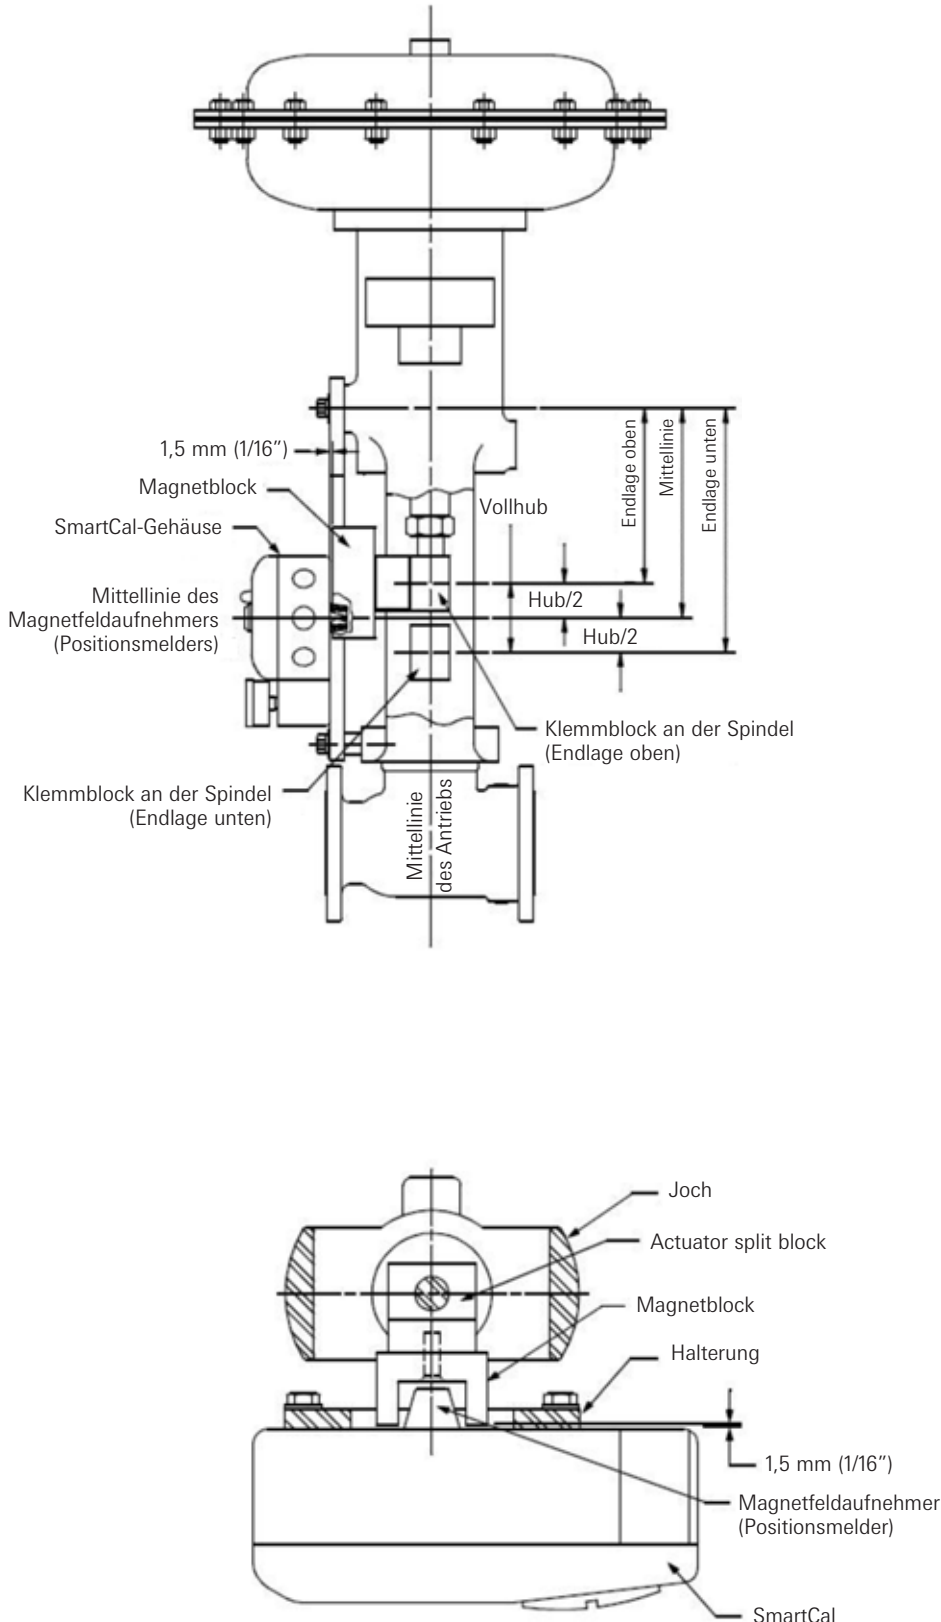

Abbildung 2-4 A
Schritt 3. Befestigen Sie den Stellungsregler an der Halterung. Der Stellungsregler muss so ausgerichtet werden, dass sein Magnetfeldaufnehmer in der Mitte des Wegs des Magnetblocks liegt. Nach der Montage des Stellungsreglers darf der Magnetblock höchstens 3 mm von dessen Rückseite entfernt sein; ideal sind 1,5 mm (siehe Abbildung 2-4 A).